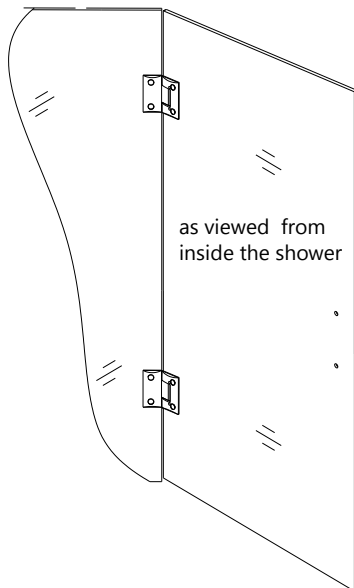

Figure 1
1. Assurez-vous que la porte vitrée est d'aplomb et que la bordure de la charnière est égale et symétrique avec la bordure de la vitre. Serrez les vis de la tête. **Fig. 1**